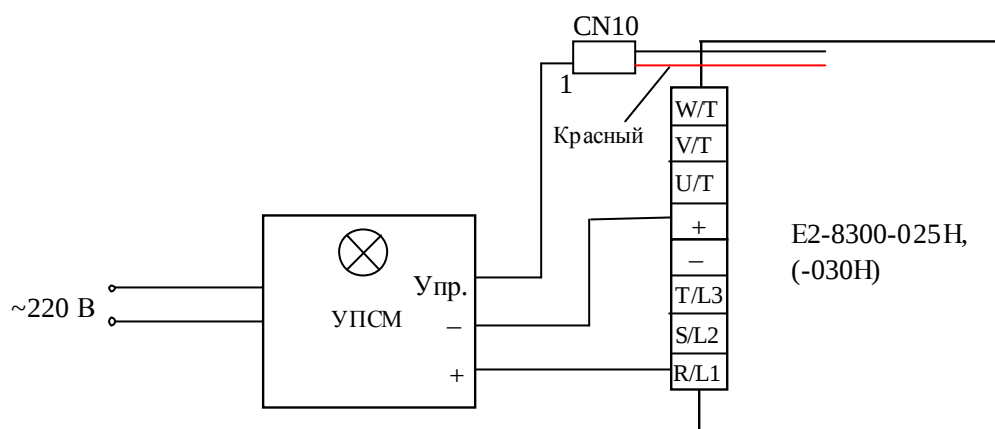
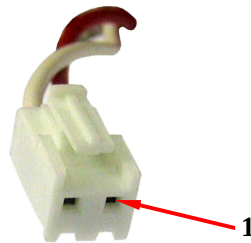

Рис. 4.7. Схема проверки тириستоров входных модулей.
Рис. 4.8. Распайка выводов разъемов CN10, CN11, CN12
4.7.6.4. Выполнить проверку тиристора модуля SKKH42/16E канала R/L1. Соединить выход «+» УПСМ с клеммой R/L1 преобразователя, выход «-» УПСМ с клеммой «+» преобразователя, а выход «Упр.» УПСМ с 1-м выводом розетки разъема CN10 преобразователя (рис.4.7). Распайка выводов разъемов CN10, CN11, CN12 представлена на рис. 4.8.